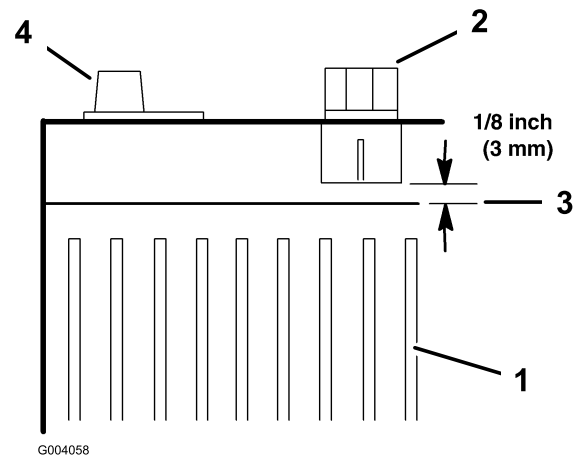

Figura 37
7. Acrescente água destilada de modo a que o nível da solução eletrolítica fique a 3 mm do fundo do depósito de enchimento (Figura 37).